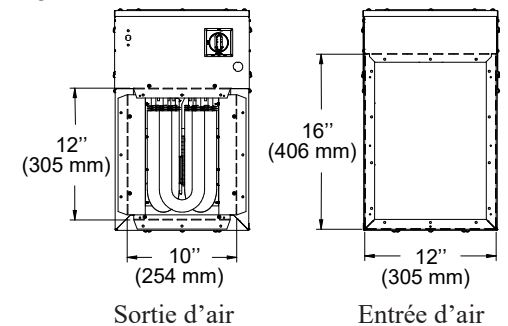

Figure 6
- Dévisser le capuchon et appuyer sur le bouton de réenclenchement à l'intérieur de la boîte de jonction pour réarmer la protection thermique (Figure 6).